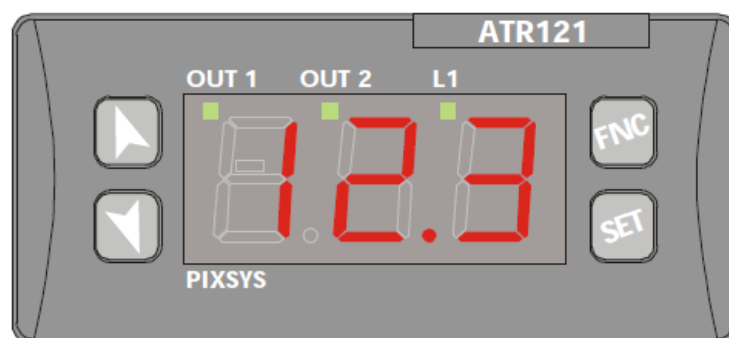

Рис. 4
3.5.1 ЭЛЕКТРОННЫЕ РЕГУЛЯТОРЫ (Рис. 4)